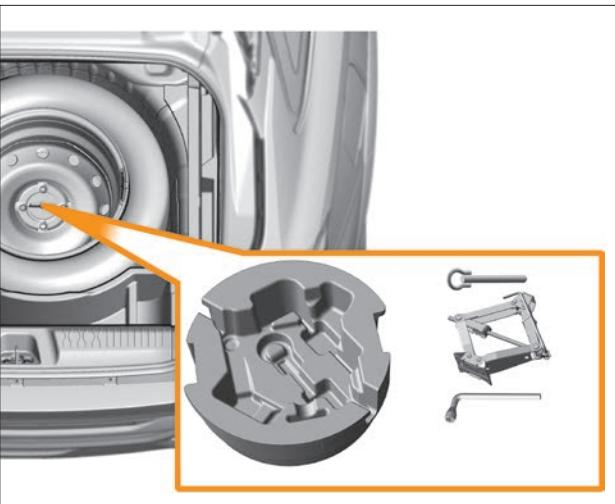

Рис. 6.8.2. Органайзер с инструментом
- Достаньте из ниши багажного отделения органайзер с инструментом (рис. 6.8.2), а затем, открутив винт 1 (рис. 6.8.3), запасное колесо.